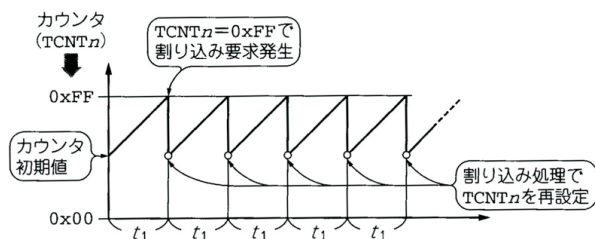

図 17 タイマカウンタの振る舞い（ノーマルモード）
- ノーマルモードにおいて、オーバーフロー割り込みが発生した際、カウンタの初期値を 0 から適当な値に置き換え、再度オーバーフローが発生するタイミングを調整する方法（図 17）